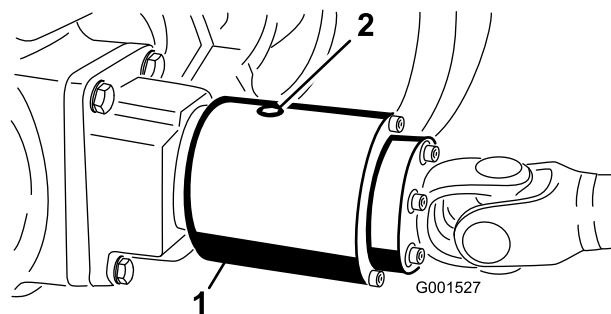

Figura 65
2. Gire el embrague (Figura 65) hasta que el tapón de verificación esté en la posición de las 4.